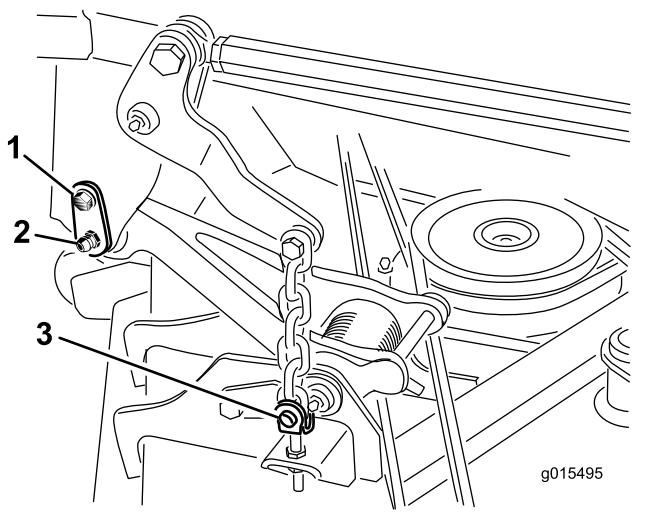

図 1
- リテナピンをキャリアフレームに接続しているショルダ付きねじを外す図1。
8. デッキの昇降チェーンをカッティングデッキの調整クレビスに固定しているリングピン4本とクレビスピンを取り外す図 1。